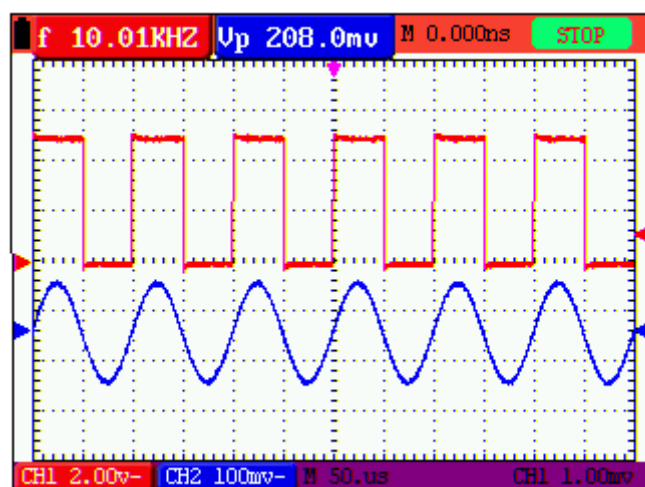

Figure 12 : Capture d'écran
2. Appuyez à nouveau sur la touche **RUN/STOP** pour revenir en mode normal. Référez-vous à la Fig. 12 :